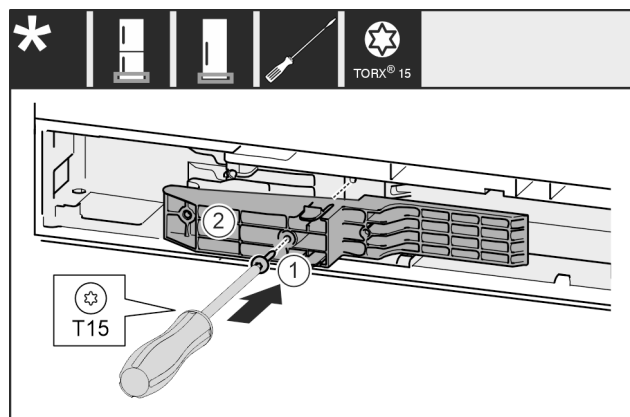

Fig. 51 \*
- Adapterstück Fig. 51 (1) auf der Griffseite in die Aussparung einsetzen.\*
- Schraube Fig. 51 (2) mit Schraubendreher festschrauben.\*